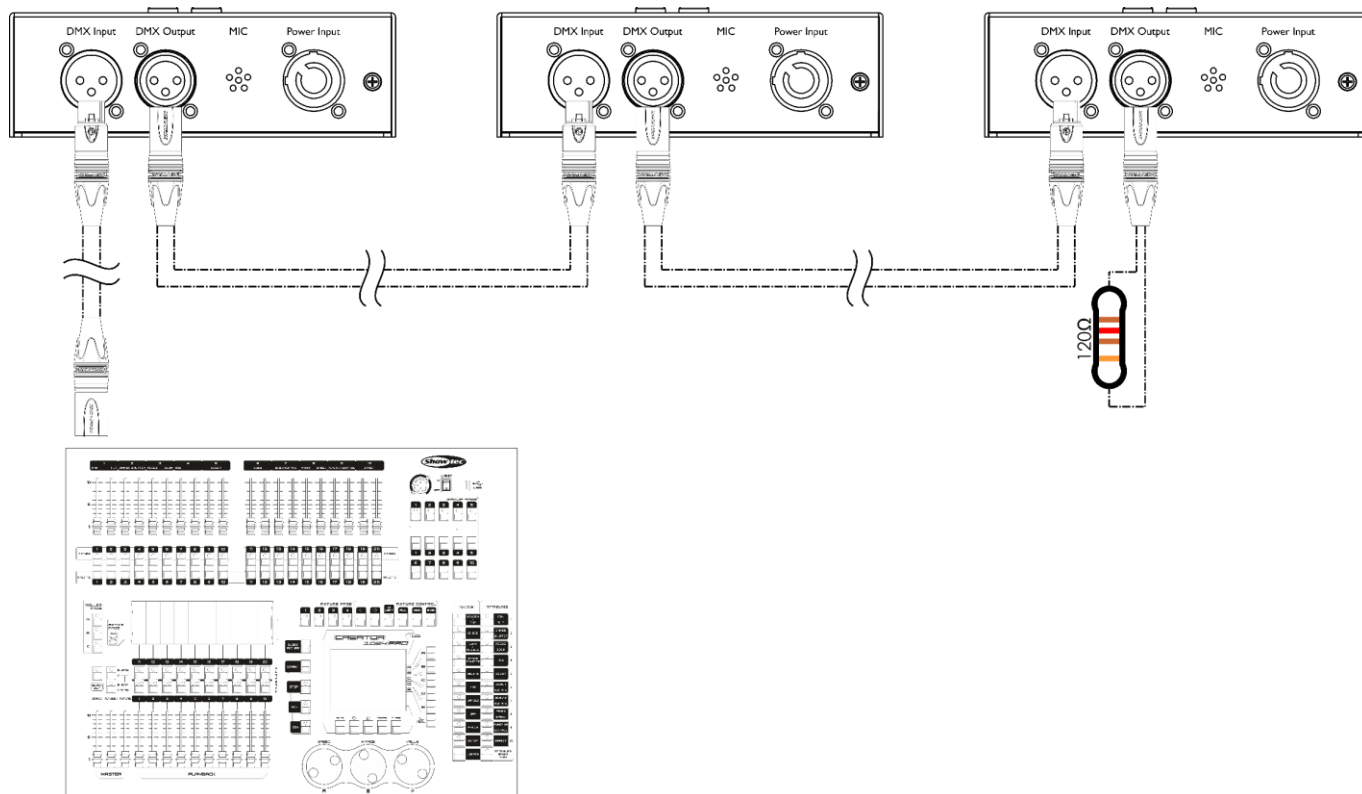

Fig. 04
- 04) Collegare le unità come illustrato nella Fig. 04. Collegare la presa DMX "uscita" della prima unità con la presa "ingresso" della seconda unità, utilizzando un cavo di segnale DMX. Ripetere questo procedimento per collegare la seconda, la terza e la quarta unità.